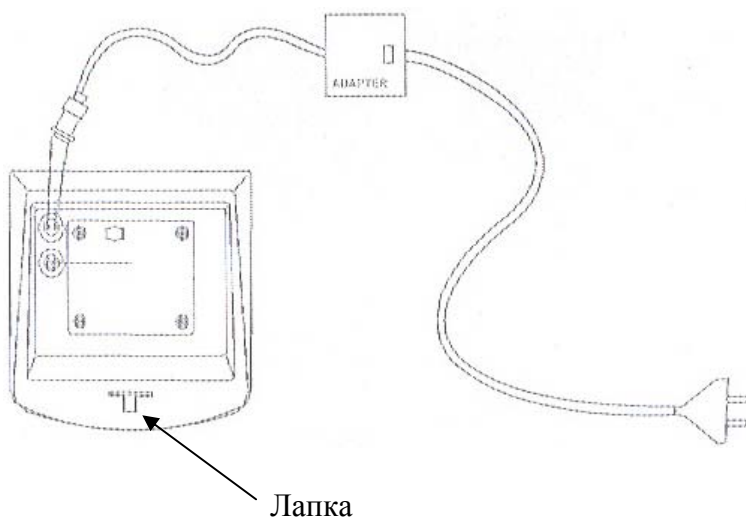

Рисунок 5.1 – Расположение фиксирующей лапки
- ☐ Откройте заднюю крышку весов, нажав на фиксирующую лапку вниз (см. рисунок 5.1).